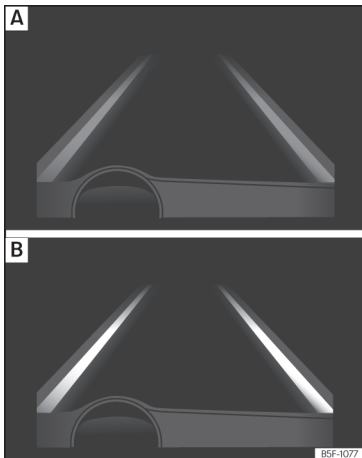

Abb. 282 Am Bildschirm des Kombi-Instruments: Bildschirmanzeige des Spurhalteassistenten [Beispiel 1].
- **Abb. 282 [A]:** System aktiv, aber nicht verfügbar, da die Mindestgeschwindigkeit nicht erreicht ist oder das System die Fahrbahnmarkierung nicht erkennt.
- **Abb. 282 [B]:** System aktiv und verfügbar, beide Begrenzungslinien erkannt. In diesem Augenblick wird die Fahrtrichtung nicht korrigiert.